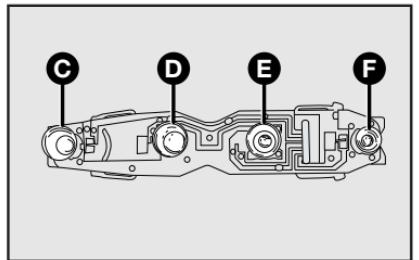

fig. 37
4) quite las lámparas empujándolas levemente y girándolas hacia la izquierda **fig. 37**.
- **C**-fig. 37 para las luces de los frenos (stop);
- **D**-fig. 37 para las luces de giro (luces de dirección);
- **E**-fig. 37 para las luces de marcha atrás (luces de reversa);
- **F**-fig. 37 para las luces de posición (luces de cuartos).